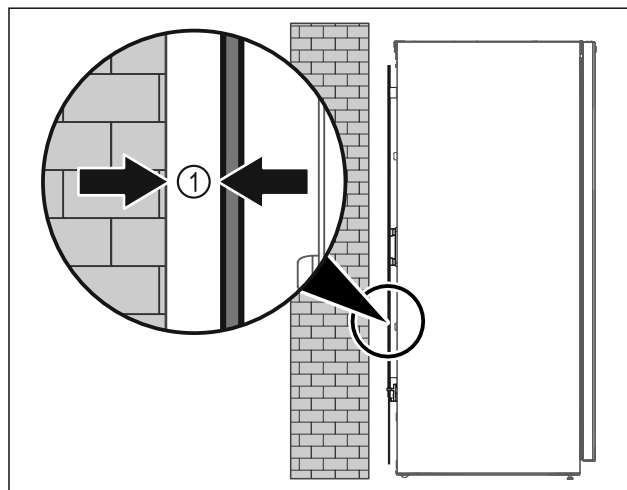

Fig. 8
- ▶ Instaloni pajisjen ose të lirë në dhomë, ose direkt mbi një mur me një distancë minimale prej 5 mm Fig. 8 (1) nga muri.